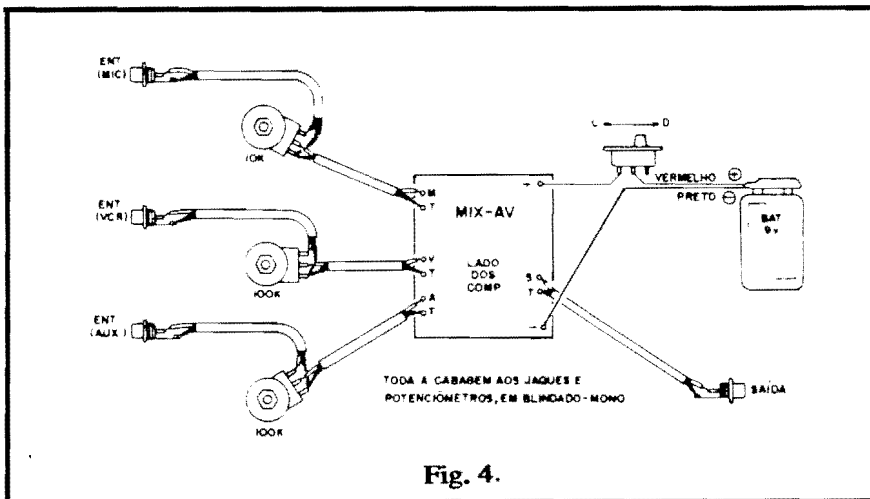

Fig. 4.
- **FIG. 4 - Diagrama** das conexões externas à placa (itens **muito** importantes, na montagem do MIX-AV). Observando a periferia da placa (ainda vista pelo lado não cobreado...) o Leitor/Hobbysta notará os códigos adotados para identificar as diversas ilhas de ligação da cabagem externa (comparar com a figura anterior, nº3, é uma boa...). Notar, com bastante atenção, os seguintes pontos: